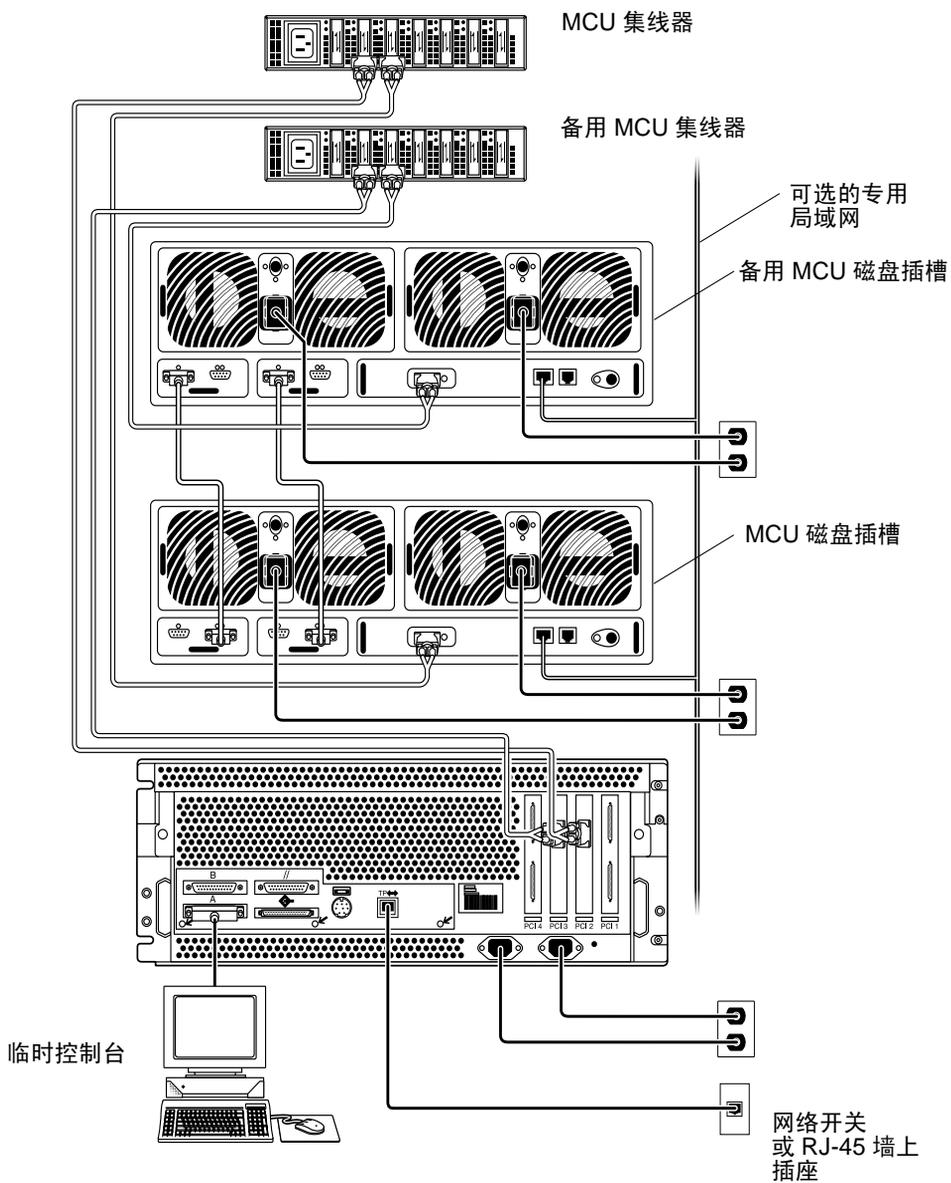
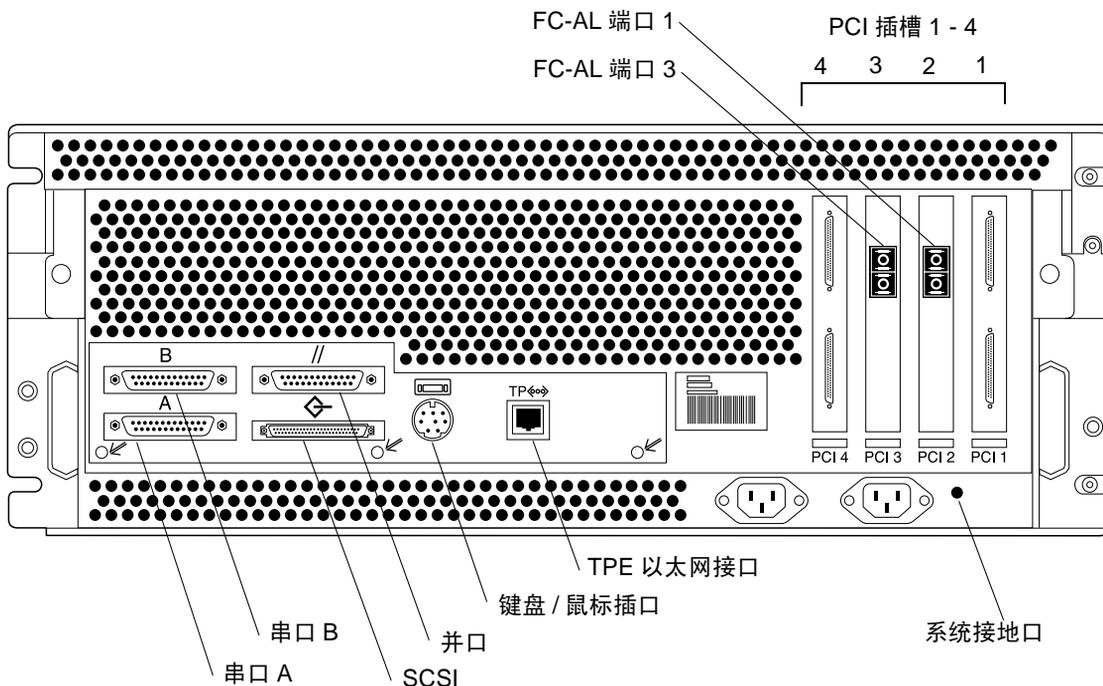
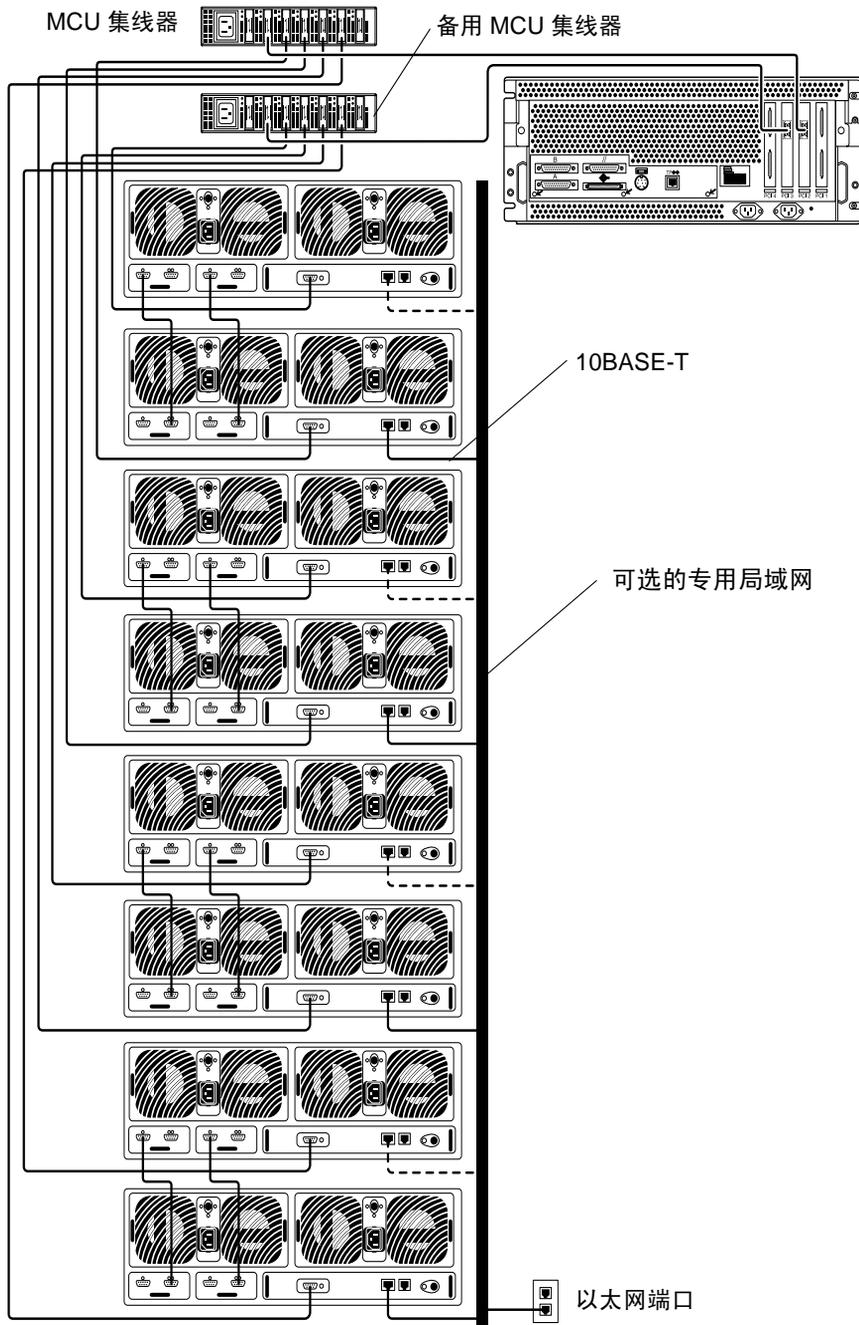

图 7 安装时的 Sun Enterprise 420R 服务器和磁盘插槽伙伴组之间的连接方式
图 8 Sun Enterprise 420R 服务器后面板详图及接口情况
图 9 Sun StorEdge N8400 Filer 的最大配置
3. 如图 7 所示，将光缆的另一端连接到 MCU 集线器的光纤信道仲裁回路 (FC-AL) 端口。
如图 9 所示。
- 如图 7、图 8 和图 9 所示，用光缆将 MCU 集线器输出和 Sun Enterprise 420R 服务器光纤通道仲裁回路 (FC-AL) 的端口 1 连接起来。
- 如图 7、图 8 和图 9 所示，用光缆将备用 MCU 集线器输出和 Sun Enterprise 420R 服务器的 FC-AL 端口 3 连接起来。
10. 用串行电缆临时连接 Sun Enterprise 420R 服务器串口 A（如图 7 所示）和任意主机，该主机将充当初始网络配置过程中的控制台。
11. 将 Sun Enterprise 420R 服务器附带的网络双绞线以太网 (TPE) 电缆的一端连接到 Sun Enterprise 420R 服务器网络端口（如图 7 和图 8 所示），另一端连接到网络开关或 TPE (RJ-45) 墙上插座。
15. 如图 7 和图 9 所示，验证所有电缆连接。